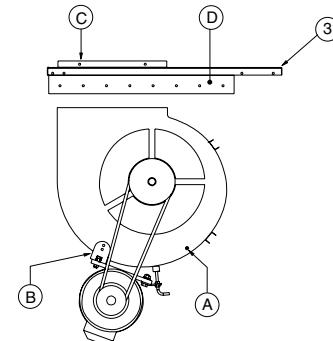

Fig. 3
- Cambiar el motor con su soporte, varilla fijación, soporte y tornillos a la posición B en los taladros Ø 8 proporcionados en ventilador a las cotas indicadas, teniendo la precaución de dejar las poleas alineadas (el centro del tensor quedará a unos 20 mm de la cara del ventilador) (fig. 3)
- Fijar el ventilador a las orejas "C" y soportes "D" del panel superior (3), antes o después de montar este en la máquina,
con los tornillos autotaladrantes nuevos incluidos en el kit (fig.3).